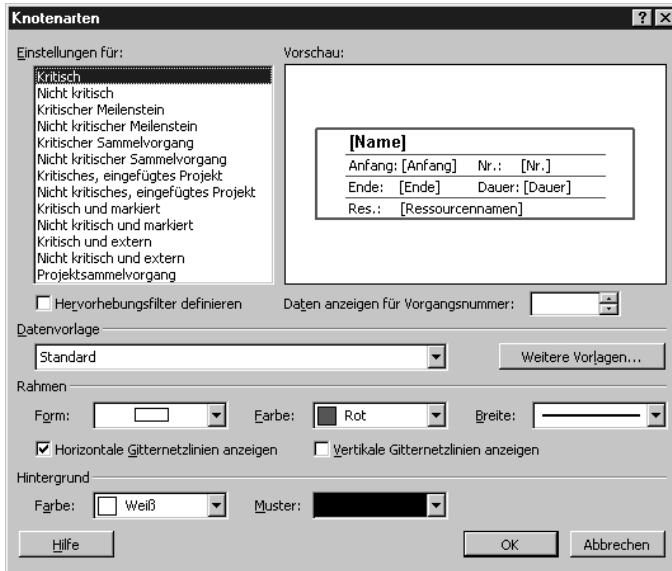

Abbildung 9.12:
1. Zeigen Sie das Netzplandiagramm an. Wählen Sie **FORMAT, KNOTENARTEN**. Das Dialogfenster wird angezeigt (siehe Abbildung 9.12).